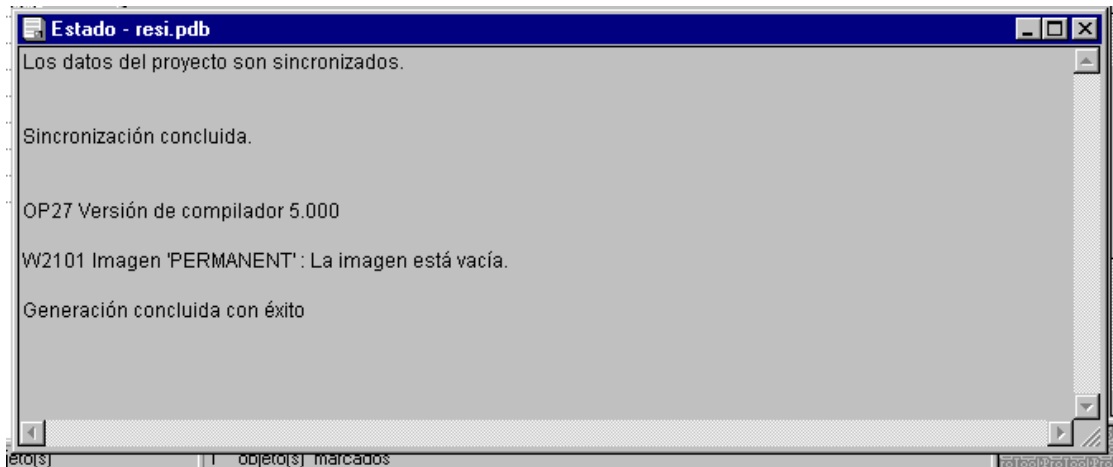

Fig. 3.9 Resultado de la generación
2. Transferir el proyecto: El proyecto se copia en el directorio a partir del cual se inicia. Este directorio puede encontrarse en el ordenador de configuración o en la unidad de operación. Como vemos en la imagen el resultado de la generación es correcta, entonces procedemos a transmitirla a la pantalla (Fig. 3.9)